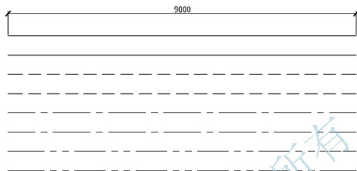

图 2.143 加载线型
- (1) 执行菜单栏中的【格式】|【线型】命令,打开【线型管理器】对话框,在【全局比例因子】文本框中输入“50”。
- (2) 绘制长度为 9000mm 的直线,向下偏移 500mm 生成其他直线。
- (3) 加载 HIDDEN、CENTER 及 PHANTOM2 线型后按图 2.143 所示要求更换线型。